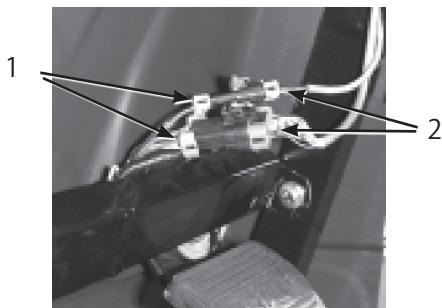

図5
6. スプレープロの電気コードのコネクタを、ダッシュボード下にあるコネクタに接続する(図5)